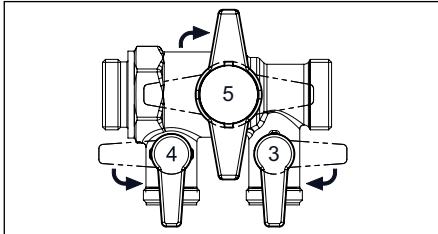

Abb. 6.11 Befüll- und Spülmatur
2. Sperren Sie den Durchgangskugelhahn (5) in der Mitte der Befüll- und Spülmatur ab (Abb. 6.11).
3. Öffnen Sie den Befüllhahn (3) und den Entleerhahn (4) der Befüll- und Spülmatur (Abb. 6.11).